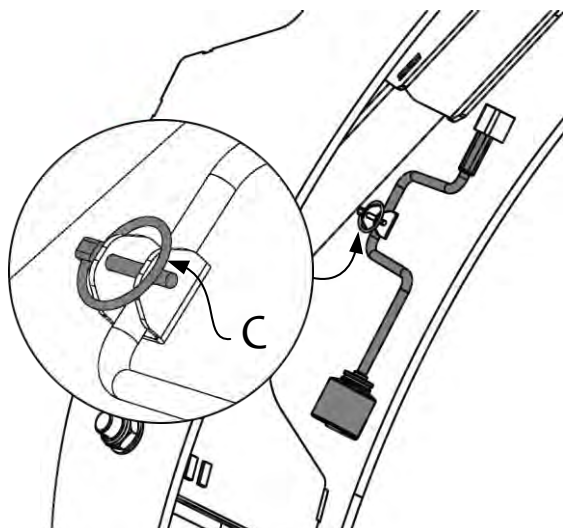
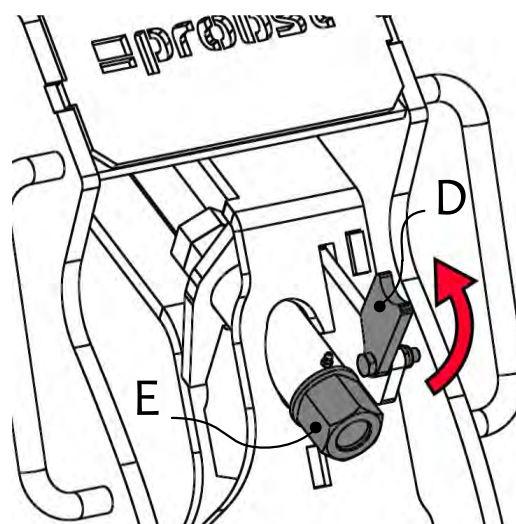

Fig. 2
Fig. 3
2. Retirez la goupille d'arrêt (voir l'illustration détaillée à la Fig. 2) de la manivelle de réglage (C).
- Retirer la manivelle de réglage (C) de l'appareil (Fig. 2).
4. tourner la trappe de verrouillage (D) vers le haut sur la vis de réglage (E)
- 5 Ajuster la plage de serrage au matériau à saisir (tuyau en béton) à l'aide de la manivelle de réglage (C) et des vis de réglage (E) (Fig. 3).
6. tourner la trappe de fermeture (D) vers le bas sur la vis de réglage (E)